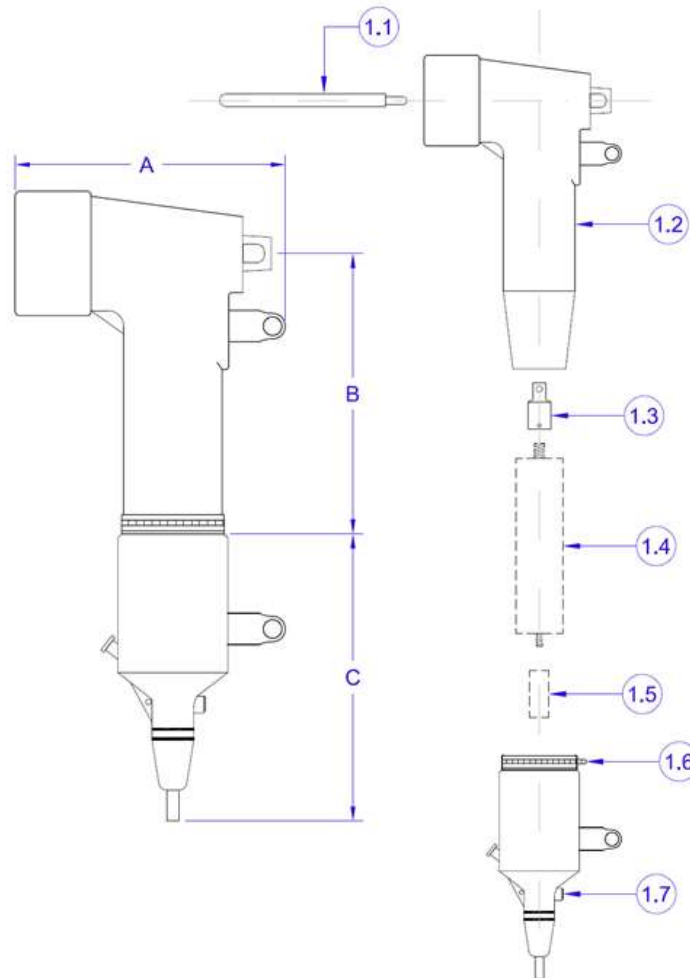

Figura 5 – TDC Porta fusível
1.1) Interface conforme ANSI/IEEE 386 figura 5 (15 kV)